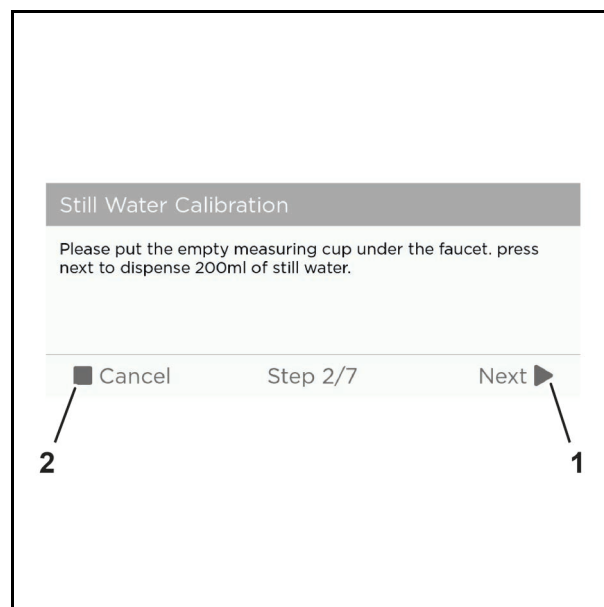

Abb. 58 Przykładowa grafika
3. Nacisnąć przycisk „Next” (dalej) (Abb. 58/1), aby kontynuować kalibrację lub „Cancel” (anuluj) (Abb. 58/2), aby anulować kalibrację.